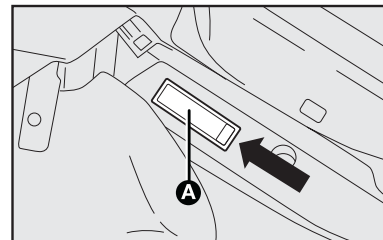

fig. 30
- com uma chave de fenda (não fornecida), retirar a lente **A-fig. 30** atuando no ponto indicado;